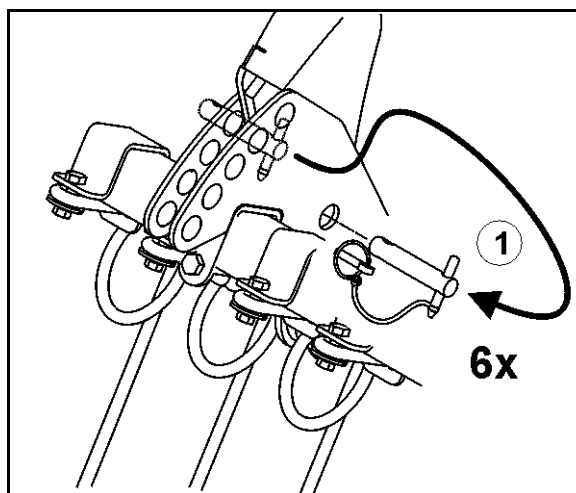

Fig. 32
3. Fastgør efterstriglen med bolte (Fig. 32/1) i transportstilling, og foretag sikring med klapstift.